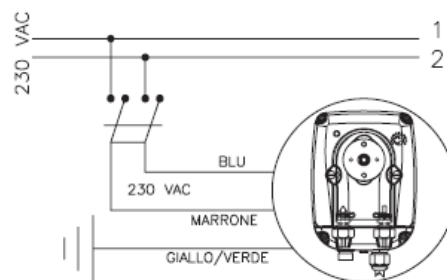

Рис. 4
1. Отключить насос сети или с помощью однополюсного выключателя, обеспечить расстояние между контактами как минимум 3 мм. (Рис.4).
1. Отсоединить штепсельную вилку от сети или отключить насос с помощью однополюсного выключателя с минимальным расстоянием между контактами 3 мм. (Рис.4).
- 2) Следует строго соблюдать действующие в разных странах правила в отношении электрических установок (Рис.4). Если В кабеле питания нет штепсельной вилки, оборудование должно быть подключено к сети питания с помощью однополюсного выключателя с расстоянием между контактами не менее 3 мм. Перед осуществлением доступа к любой из электрических частей следует убедиться, что все цепи питания разомкнуты.